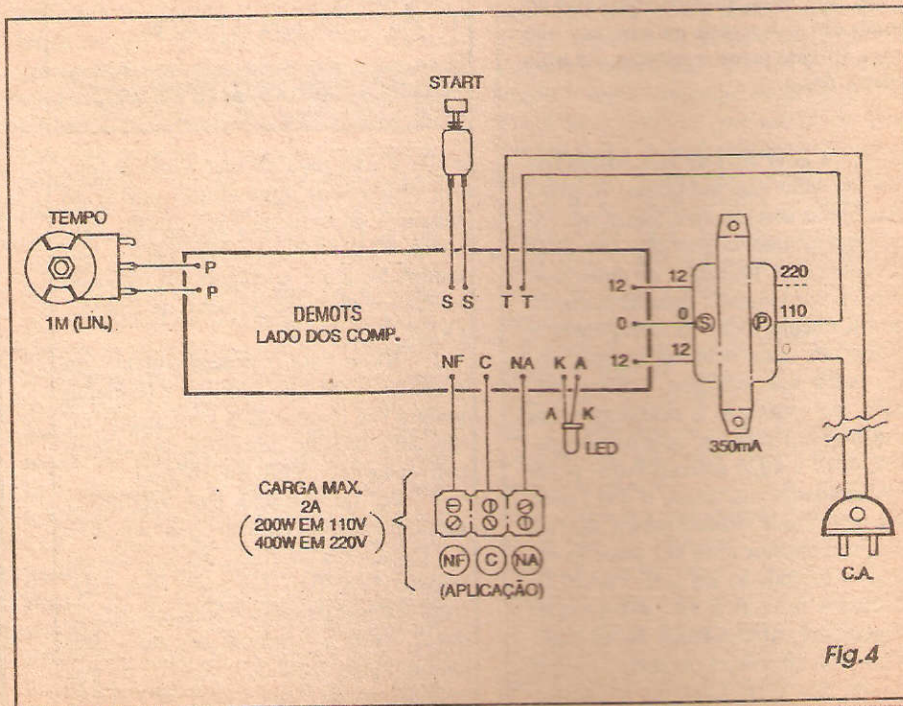

Fig. 4
- FIG. 4 - CONEXÕES EXTERNAS À PLACA - Não são muitas (nem muito